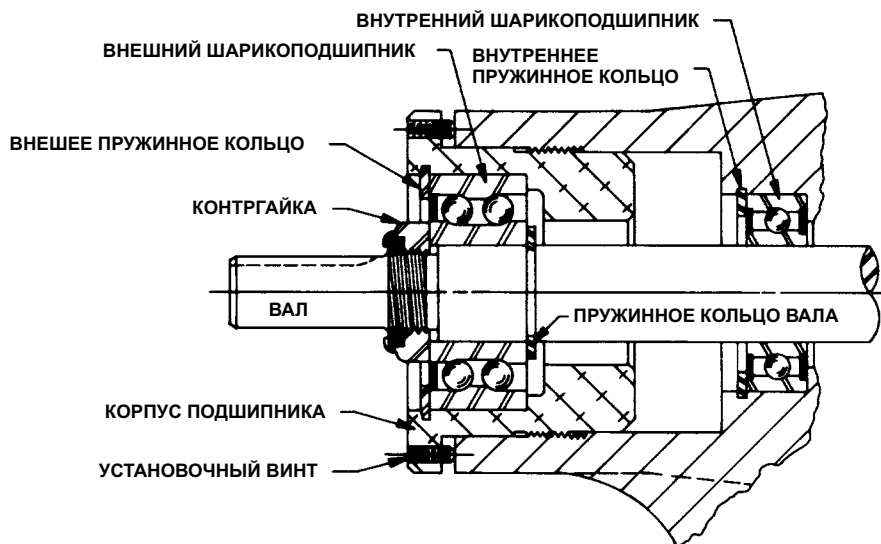

РИСУНОК 9 - БЛОК УПРОНОГО ПОДШИПНИКА ДЛЯ МОДЕЛЕЙ G, GG, H, HJ И HL
6. Вставьте латунный пруток или деревянный брусок в отверстие порта и введите его между зубцами ротора, чтобы вал не мог проворачиваться. Отвинтите контргайку, вращая ее против часовой стрелки. См. **рис. 9** или **10** на стр. 6.
7. Ослабьте два установочных винта перед корпусом подшипника и снимите блок упорного подшипника с корпуса насоса, вращая его против часовой стрелки. См. **рис. 9** или **10** на стр. 6.
8. **G, GG, H, HJ, HL:** Снимите с вала пружинное кольцо. См. **рис. 9** на стр. 6.
**G, GG, H, HJ, HL:** Снимите внешнее пружинное кольцо с корпуса подшипника и снимите шарикоподшипник. См. **рис. 9**.
13. **G, GG, H, HJ, HL:** Установите пружинное кольцо в канавку вала. См. **рис. 9** на стр. 6.
14. Заполните смазочную полость между внутренним шарикоподшипником и двурядным шарикоподшипником примерно наполовину универсальной смазкой NLGI #2. Оставшее место займет упорный подшипник. См. **рис. 9** и **10** на стр. 6.
**G, GG, H, HJ, HL:** Установите шарикоподшипник в отверстие корпуса по направлению к стороне сцепления вала. См. **рис. 9** на стр. 6. Для удержания шарикоподшипника вставьте пружинное кольцо в отверстие корпуса. Пружинное кольцо имеет конусообразную кромку для вставки в конусообразную канавку.
См. **рис. 9** и **10**.